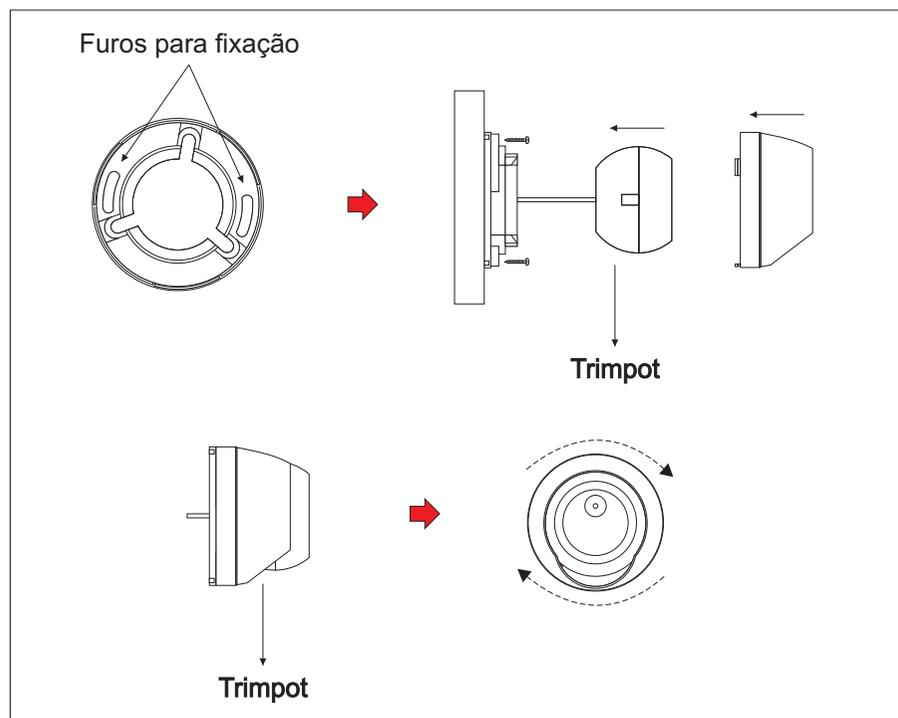

Figura 3
- Posicione a base na superfície desejada conforme mostrado na figura 3;